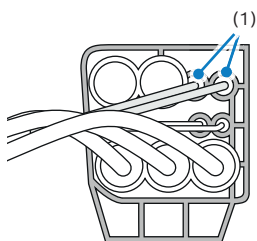

Figura 4
16. Rimuovere i terminali (1) dalla camera 1 e dalla camera 2 (Figura 4)